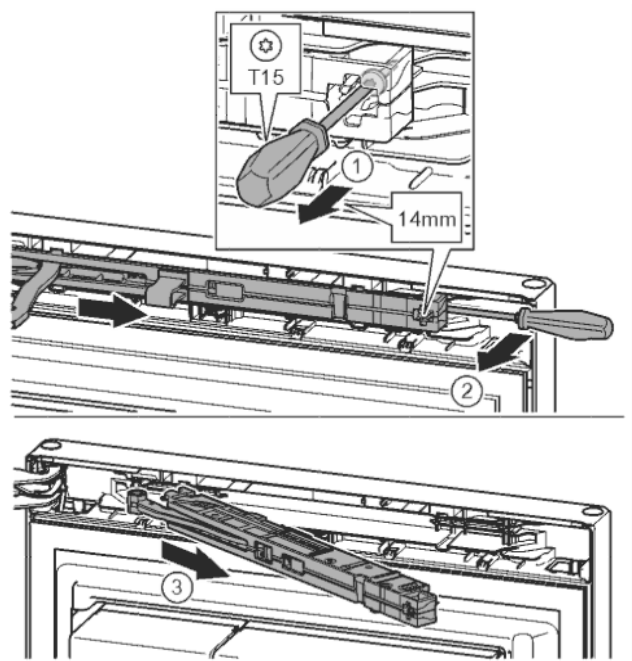

Fig. 9
- Desserrer la vis sur l'amortisseur de fermeture de 14 mm environ avec un tournevis T15. Fig. 9 (1)
- Avec un tournevis, accéder à la partie postérieure de l'amortisseur de fermeture du côté de la poignée et faire pivoter en avant. Fig. 9 (2)
- Sortir l'amortisseur de fermeture. Fig. 9 (3)